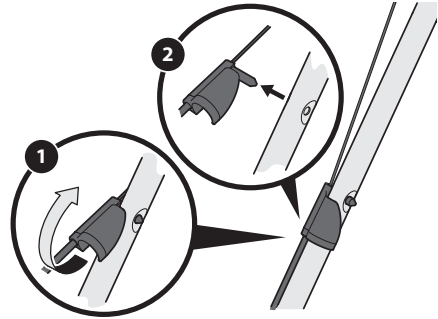

Figure 39
1. Faites tourner le raccord du câble d'entraînement situé sur la poignée supérieure gauche vers le haut. Voir Figure 39.